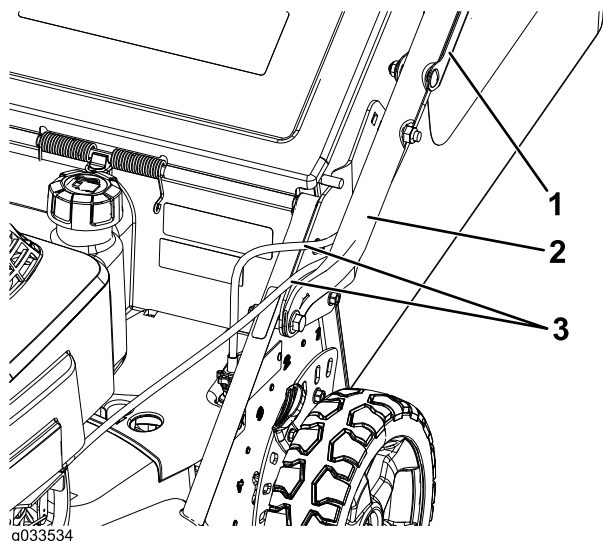

Figura 4
- Enrute los cables de control entre la carcasa y el manillar para proteger los cables contra daños (Figura 4).